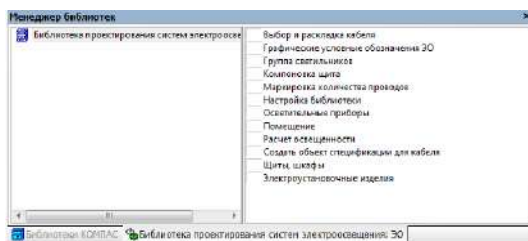

Рисунок 1.1 - Окно **Библиотеки проектирования систем электроосвещения**
5. В списке библиотек нужно дважды щелкнуть мышью строку **Библиотека проектирования систем электроосвещения: ЭО** (см. рис. 1.1).